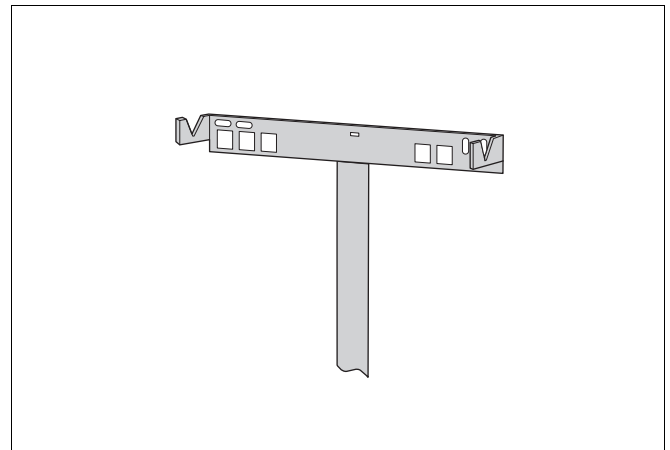

Abb. 2 Montageschablone zur Längenkorrektur
- Wandhalter anbringen. Den Montageschablone zur Längenkorrektur (Abb. 2) benutzen. Die eckigen Aussparungen im Wandhalter sind für einen Gerätetypenaustausch von ZWR/ZR vorgesehen. Dabei Zuordnung der Rohranschlüsse entsprechend "Montageanweisung Anschlussgruppe" beachten. Bei Verwendung der Speicher S 120 oder HT 70/110 Abstandsmaße aus den Montageanweisungen der entsprechenden Anschlusssets beachten.